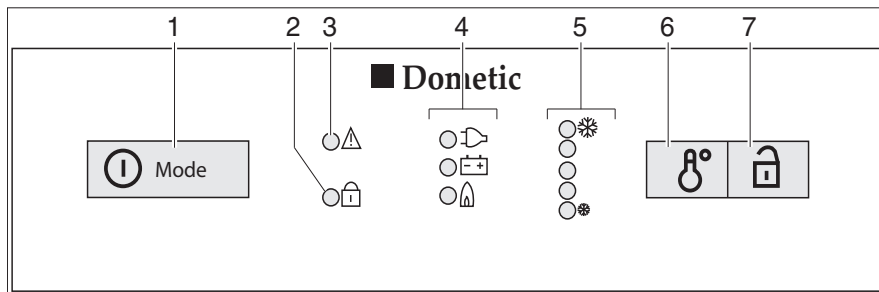

Fig. 201 Boutons de commande pour le réfrigérateur (Dometic Série 8 avec SMSE)
- Appuyer sur le commutateur/sélecteur de source d'énergie (Fig. 201,1) pendant 2 secondes pour mettre l'appareil en marche. La DEL du dernier mode de fonctionnement sélectionné s'allume.
- Si nécessaire, appuyer brièvement plusieurs fois sur le commutateur/sélecteur de source d'énergie (Fig. 201,1) jusqu'à ce que le voyant de contrôle gaz "🔥" s'allume. L'arrivée de gaz est ouverte. L'allumage s'effectue de manière automatique. Un tic-tac est distinctement perceptible jusqu'à ce que la procédure d'allumage soit effectuée avec succès.
- Régler la température de réfrigération avec l'interrupteur réglage de la température (Fig. 201,6).
- Si nécessaire, appuyer brièvement plusieurs fois sur le commutateur/sélecteur de source d'énergie (Fig. 201,1) jusqu'à ce que le voyant de contrôle 230 V  s'allume.
- Si nécessaire, appuyer brièvement plusieurs fois sur le commutateur/sélecteur de source d'énergie (Fig. 201,1) jusqu'à ce que le voyant de contrôle 12 V  s'allume.